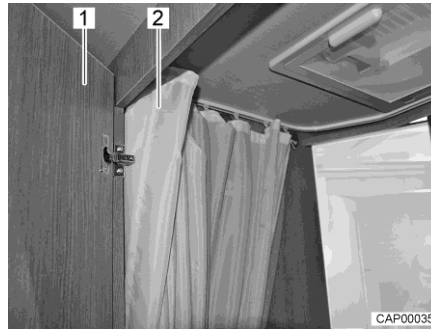

Bild 71 Toilettenraum mit Dusche
- Zum Duschen die Tür (Bild 71,1) schließen und den Duschvorhang (Bild 71,2) komplett zuziehen, so dass alle Wände geschützt sind.